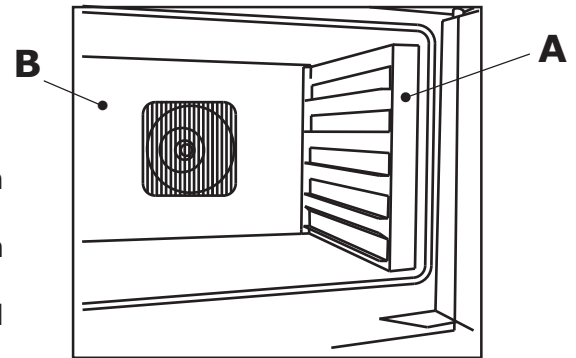

Abb. 18
- die Blechstützelemente (**A-Abb.18**) oder die gelochten Bleche und den Förderer (**B-Abb. 18**) abziehen;